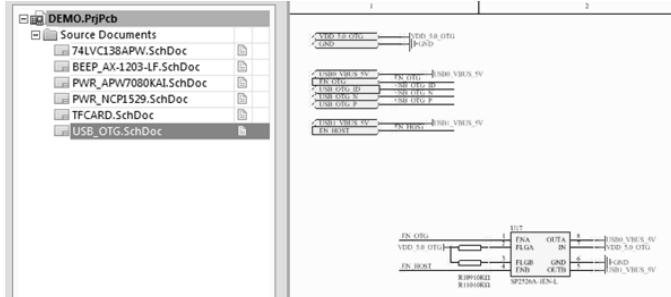

图 5-86 设计好的子图
(1) 同样，设计的时候需要在一个工程中进行操作，或者创建一个工程。在这个工程中，按照原理图设计的常规方法，把子图设计好，如图 5-86 所示。